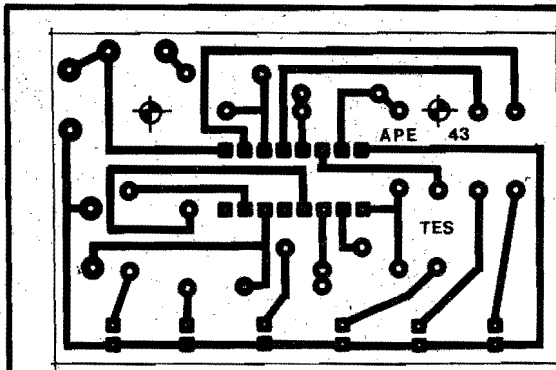

Fig.2
- **FIG. 2 - LAY OUT ESPECÍFICO DO CIRCUITO IMPRESSO** - O padrão cobreado da plaquinha é simples e não deverá gerar grandes dificuldades à confecção por parte do Leitor, mesmo se este for um principiante. A figura mostra